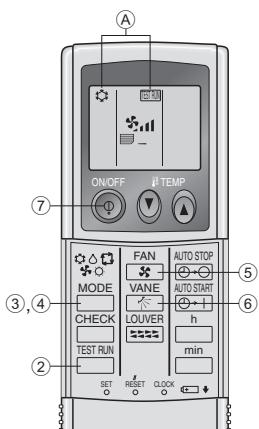

Рис. 7-5
7.2.2. Использование беспроводного пульта дистанционного управления (Рис. 7-5)
- ① Включите питание блока по крайней мере за 12 часов до начала испытаний.
- ② Дважды нажмите кнопку **TEST RUN**.